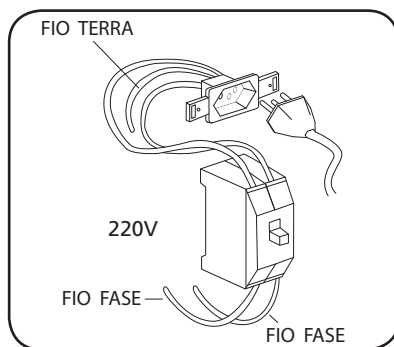

Fig. 41
- Se o sistema elétrico de sua residência for 220V [duas fases], utilizar disjuntor termomagnético bipolar de 15 A [Fig. 41].